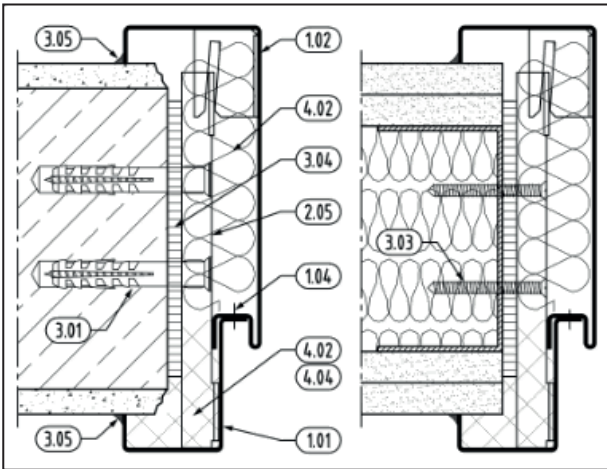
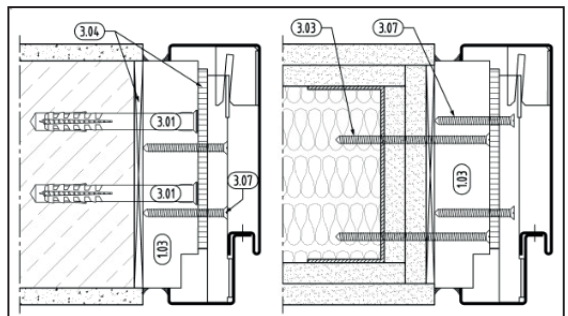

Abb. 4.1 („Typ Z“)
Abb. 4.4
(Abb. 4.1 – Abb. 4.4)
Bei Ausführung mit Montageblock (1.03), sind die Abstände der Befestigung - Montageblock zum Wandbauteil - aus den Ecken ≤ 200 mm und untereinander ≤ 500 mm einzuhalten. (Abb. 4.4)
- Hohlräume zwischen Funktionswinkel (1.01) und Wandbauteil (bzw. Montageblock) mit Montageschaum (4.04) oder Mineralwolle (4.02) vollvolumig verfüllen. (Abb. 4.1)